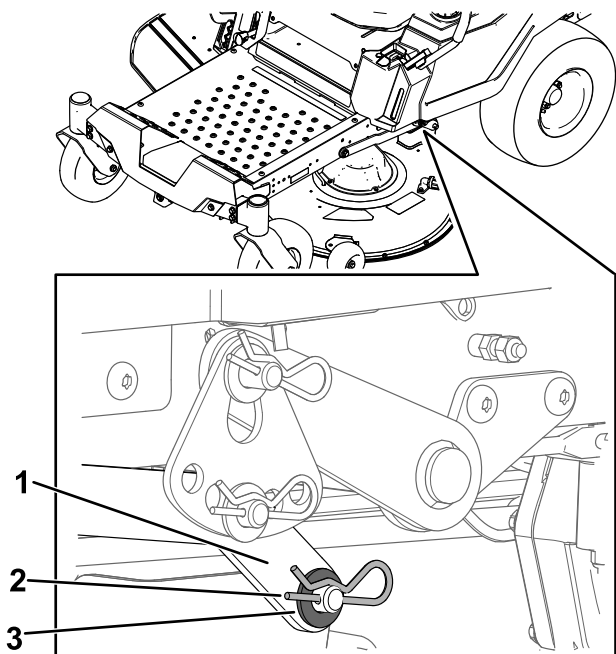

Figura 67
6. En un lado de la máquina, retire la arandela y la chaveta del pasador de la carcasa (Figura 67).
de elevación en el pasador de la carcasa (Figura 67).
6. Instale el brazo de elevación usando la arandela y la chaveta (Figura 67).